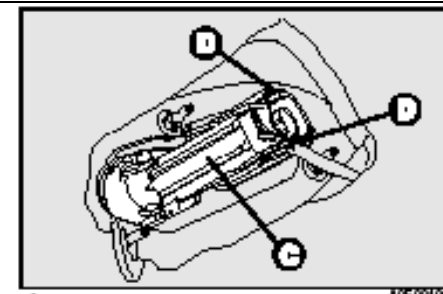

рис.38
- ❑ вынуть блок - патронов **C** – **рис.38** нажатием на фиксаторы **D**.
□ Установить на место блок патронов и правильно закрепить его при помощи фиксатора **D** – **рис.38**;